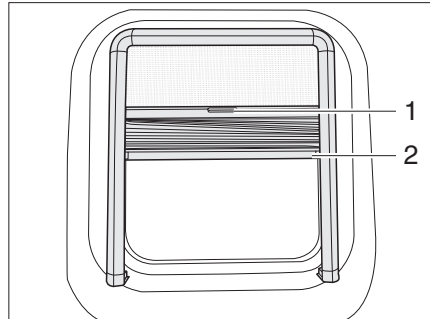

Bild 14 Ausstellfenster
- In die Einkerbung (Bild 14,2) fassen und Verdunklungsrollo von oben nach unten bis zur gewünschten Höhe ziehen.
- In die Einkerbung (Bild 14,2) fassen und Verdunklungsrollo nach oben schieben.
- Insektenschutzrollo an dem Griff (Bild 14,1) nach unten ziehen.
- Insektenschutzrollo an dem Griff (Bild 14,1) nach oben schieben.